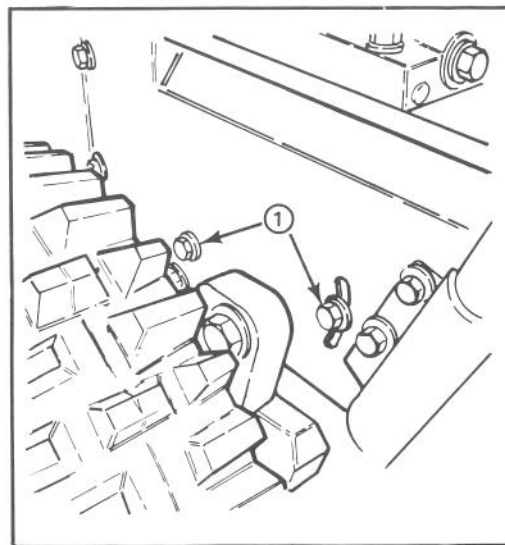

Abbildung 23
3. Die vier (4), den Getrieberahmen und den Motorrahmen befestigenden Kopfschrauben (2 auf beiden Seiten) lösen (Abb. 23).